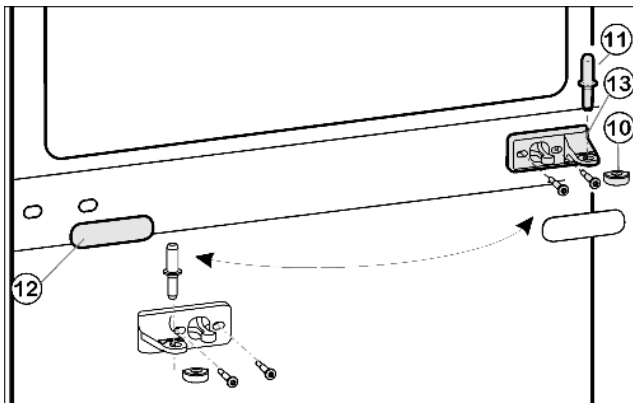
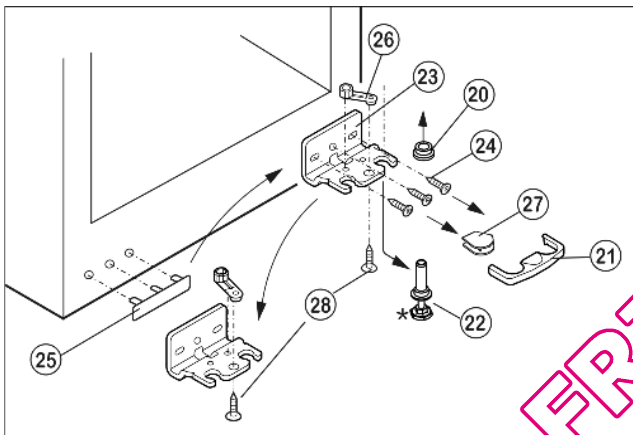

Fig. 5
Fig. 6
- Retirer le pivot d'appui central Fig. 5 (11) de sa charnière et de la porte inférieure.
- Retirer le capuchon en matière plastique Fig. 5 (10).
- Démontez la charnière du milieu Fig. 5 (13).
- ▶ Retirer avec précaution le panneau-cache Fig. 5 (12).
- ▶ Visser le support d'appui du milieu Fig. 5 (13), pivoté à 180°, sur le nouveau côté charnière avec un couple de serrage de 4 Nm.
- ▶ Faire encliqueter le panneau-cache Fig. 5 (12) tourné à 180° du nouveau côté de la poignée.
- ▶ Enlever le dispositif d'arrêt Fig. 6 (21) vers l'avant.
- ▶ Enlever le cache Fig. 6 (27) en bas.*
- ▶ Visser entièrement le pied réglable Fig. 6 (22).
- ▶ Enlever le pivot Fig. 6 (22) vers le bas et vers l'avant. Ce faisant, respecter la douille de charnière Fig. 6 (20).
- ▶ Dévisser le support d'appui Fig. 6 (23) (3 x Torx 25) Fig. 6 (24).
- ▶ Dévisser l'élément pivotant Fig. 6 (26) (1 x vis Torx 25) Fig. 6 (28) et le replacer dans le logement opposé de la charnière, ensuite le revisser.
- ▶ Soulever le cache Fig. 6 (25) du côté poignée avec précaution et le déplacer.
- ▶ Revisser le support d'appui Fig. 6 (23) sur le nouveau côté charnière en utilisant une visseuse sans fil si nécessaire, avec un couple de serrage de 4 Nm.
- ▶ Mettre le cache Fig. 6 (27) sur le côté opposé.*
- ▶ Le dispositif d'arrêt (21) doit s'enclencher latéralement sur la charnière afin de protéger les pivots d'appui et la porte.
- ▶ Replacer le dispositif d'arrêt (21) sur la charnière.
- ▶ Remettre en place la douille de charnière Fig. 6 (20).
- ▶ Placer la porte supérieure par le haut sur le pivot d'appui inférieur Fig. 6 (22).
- ▶ Remettre le capuchon en plastique Fig. 5 (10) sur la charnière du milieu Fig. 5 (13).
- ▶ Placer le pivot du milieu Fig. 5 (11) sur le nouveau côté charnière à travers la charnière du milieu Fig. 5 (13) dans la porte inférieure.
- ▶ Placer la porte supérieure sur le pivot du milieu *Fig. 5 (11)*.
- ▶ Aligner éventuellement les portes par rapport aux deux trous oblongs du support d'appui inférieur *Fig. 6 (23)* et du support d'appui central *Fig. 5 (13)* pour qu'elle affleure avec l'habillage de l'appareil. Pour cela, dévisser les vis centrales du support d'appui inférieur *Fig. 6 (23)*.